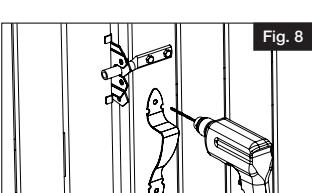

Fig. 8
- a. Percer des avant-trous de 7/32 po (5,6 mm) sur la barrière pour l'emplacement de la poignée (Fig. 8).